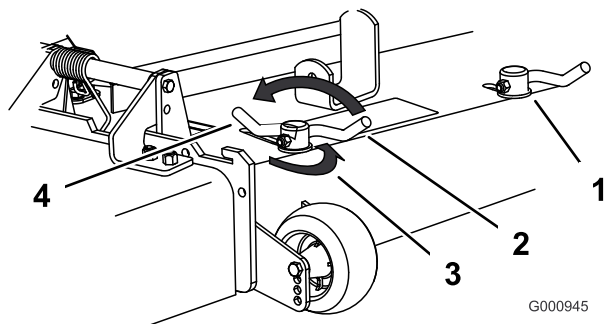

Figura 20
3. Para ajustar los bloqueos de leva, levante la palanca para aflojar el bloqueo de leva (Figura 20).
- Devuelva la palanca a su posición original para apretar el deflector y los bloqueos de leva (Figura 20).